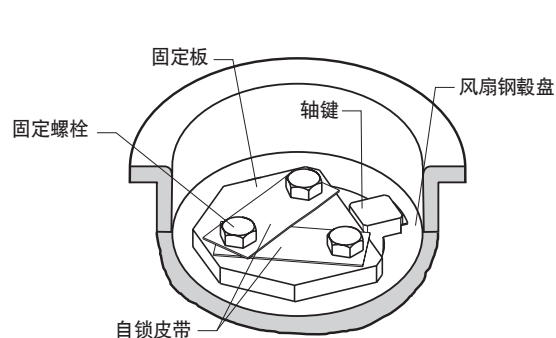

图 1 固定螺栓部件
4. 图 1 对适当的固定板和金属器件安装进行了说明。固定板旨在为风扇轴键留出空隙，当正确安装后，固定板不会延伸或以任何方式对轴键产生干扰。将固定螺栓扭紧至 70 ft·lbf (95 N·m)，然后卷起锁带，防止螺栓松动。